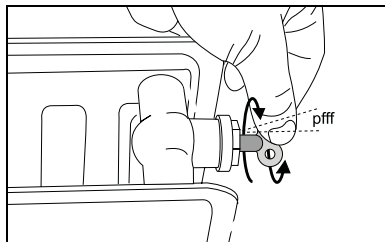

Fig. 17 Udluftning af radiator
- Udluft varmeanlægget via dets udluftningsventiler på radiatorerne. Begynd i bygningens nederste etage, og fortsæt derefter op etage for etage (fig. 17).